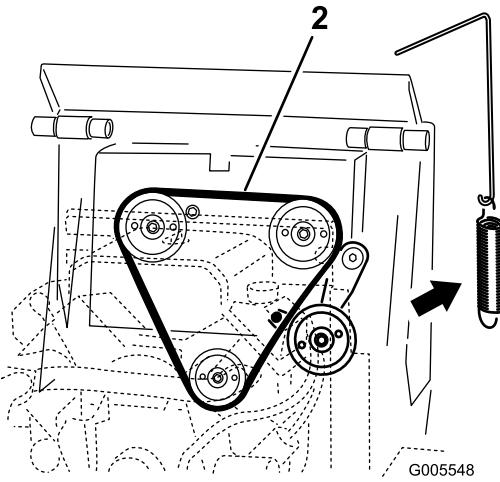

Figura 48
- Retire el muelle de la polea tensora del conjunto de la polea tensora (Figura 48).
6. Instale una nueva correa de transmisión alrededor de las tres poleas (Figura 48).